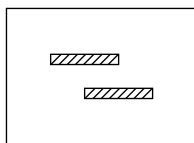

图 52
(1) 水平斜视
如果被测者无老花，将远点斜视检查的结果设置在光路中。如果被测者有老花，将结果放在近点测试上。将近视标盘设置为 40cm。旋转辅助镜片旋钮 ②①，将右眼设置为 $6 \Delta U$ ，以使字母行充分分开。如果被测者有水平斜视时，如图 52 所示。转动旋转棱镜 ⑫ 到另一眼，0 位向上（图 54）。转动棱镜旋转钮 ⑪ 使左右眼无区别（图 53），此时的旋转棱镜值为棱镜度数。